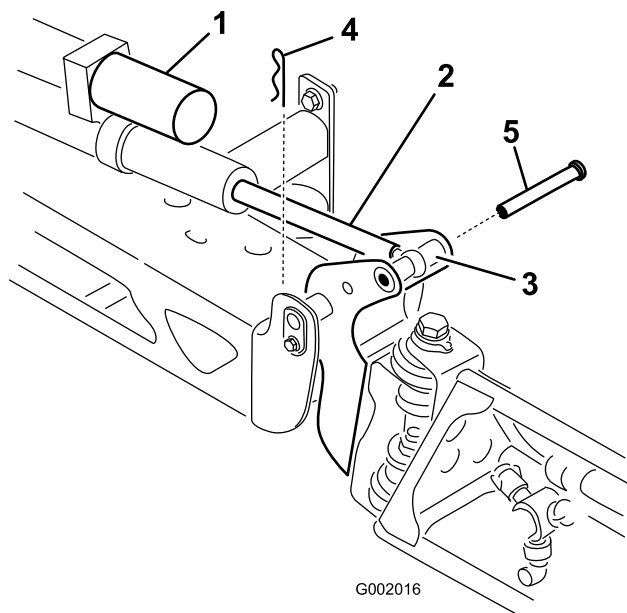

Figura 44
2. Togliete la coppia dal perno di articolazione (Figura 44).
il perno attraverso il perno della barra e l'asta dell'attuatore (Figura 44).
3. Sollevate la barra e togliete il perno (Figura 44). Abbassate lentamente la barra al suolo.